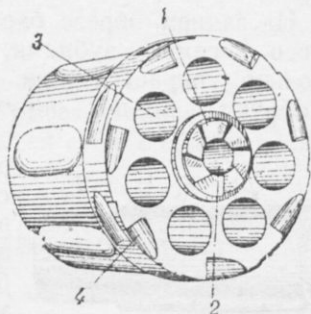

Рис. 18. Барабан (вид сзади):
19. **Барабан** (рис. 18) с семью камерами служит патронником и вместе с тем магазином. Он имеет: **центральный канал**, в широкой передней части которого помещается подвижная трубка с пружиной, а в узкой задней — толстый конец оси барабана; в переднем конце канала сделан **круговой желобок** и **продольный паз** для соска трубки барабана; снаружи на барабане имеется семь **выемов** для облегчения веса барабана; **поясок** с семью выемами (в которые при взведении курка входит сосок спускового крючка и тем удерживает очередную камеру против ствола) и с семью зарубками для зуба дверцы, препятствующего поворачиванию барабана в левую сто-